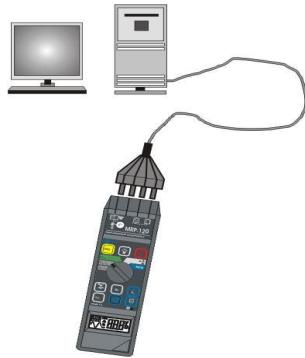

Рис.10. Соединение интерфейса с измерителем.
- Подключить провод к последовательному порту (RS-232) компьютера и к измерителю, вставив его вилку в измерительное гнездо прибора (в соответствии с Рис.10) таким образом, чтобы характерные насечки находились на верхней части вилки;